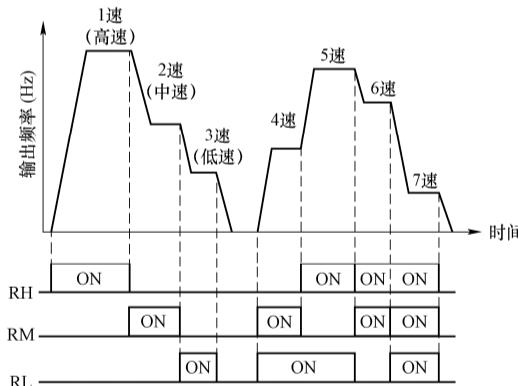

图 1
25. 如图 1 所示，读懂图，根据图填空。如果想要 5 速为 35Hz，则需要设定的参数是（ ）同时需要将（ ）端子接通。